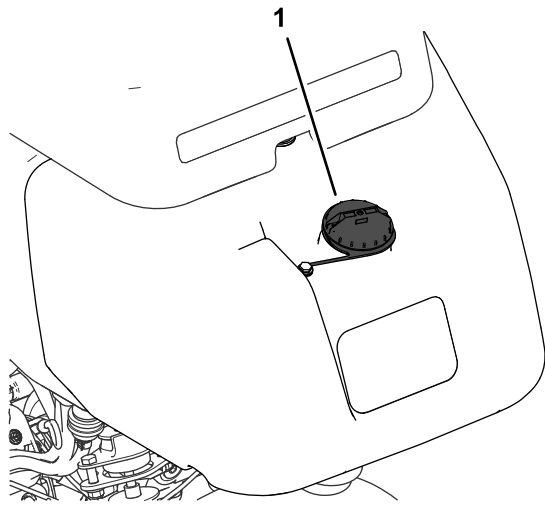

Bild 20
1. Reinigen Sie den Bereich um den Tankdeckel und nehmen Sie den Deckel ab (Bild 20).